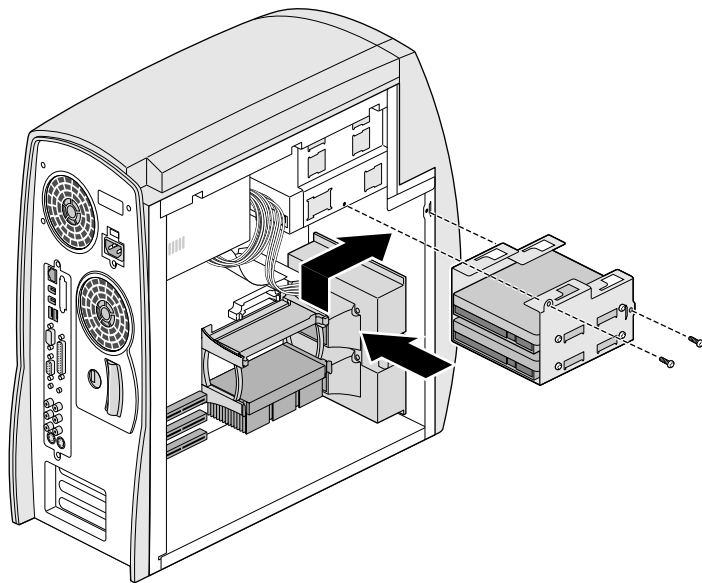

Figure 4-13 Installation du support du disque dur interne
11. Insérez le support dans l'emplacement correspondant, comme indiqué à la Figure 4-13.